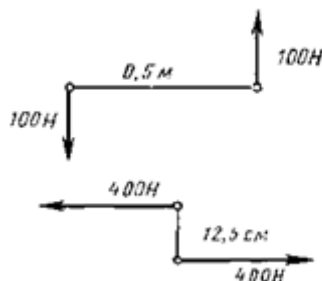

Рис.6
8. Эквивалентны ли пары сил, изображенные на рис. 6?